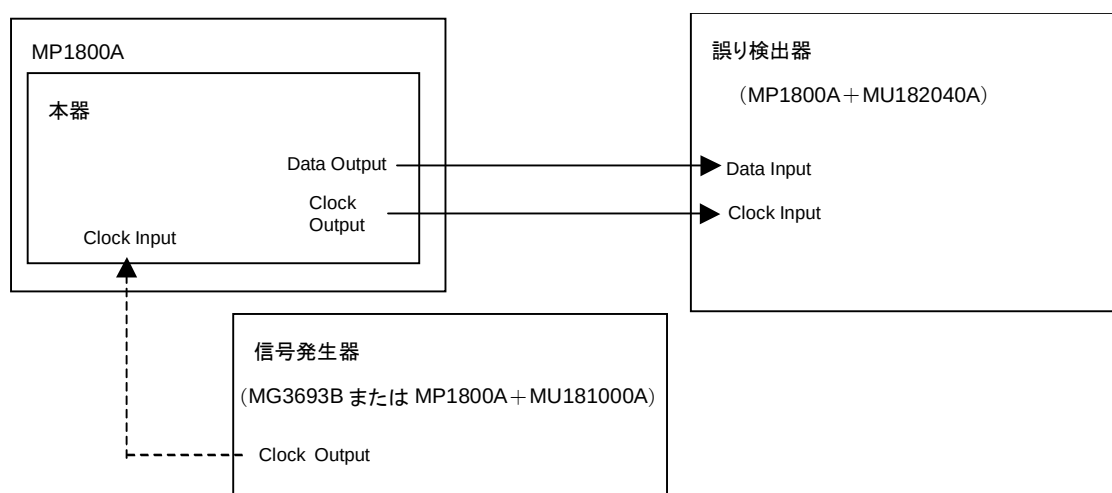

図 6.3.1-1 動作周波数範囲試験接続図
1. 図 6.3.1-1 のように、各測定器のケーブルを接続します。